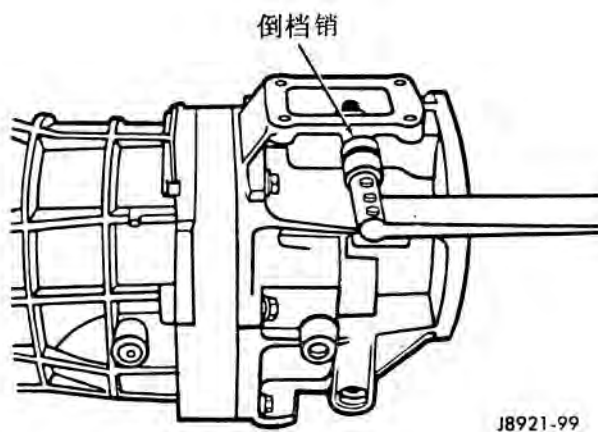

图 99 安装倒档销
(11) 在壳体上安装倒档销 (图 99)。拧紧扭矩为 27 牛·米 (20 磅英尺)。